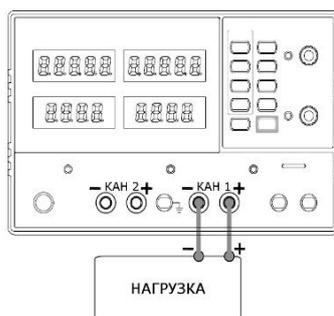

Рис. 7.5. Подключение нагрузки в параллельном режиме
- Проверить полярность подключения. Подсоединить к выходным клеммам ведущего/ведомого источника внешнюю нагрузку в соответствии с рис. 7.5 (КАН. 1 +/-).